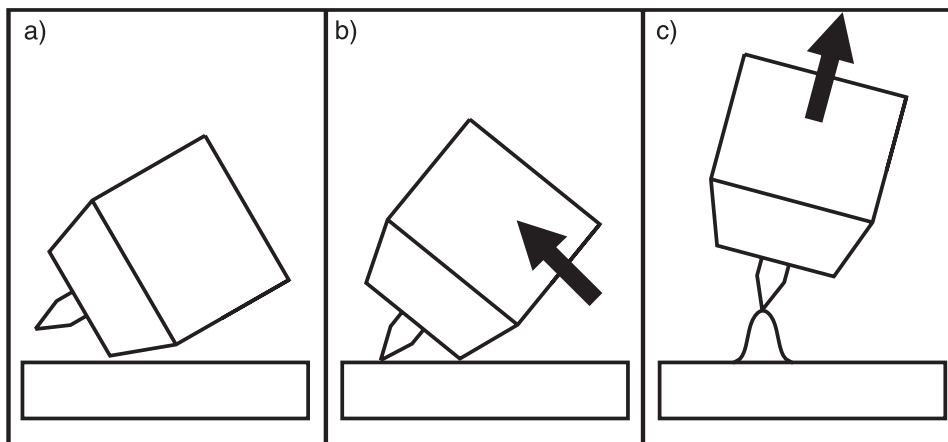

Abb.1
- Schweißung durchführen (siehe Abb.1)
Schweißung durchführen (siehe auch Abb.1)
- Mit Wolframelektrodenspitze vorsichtig das Werkstück berühren (Abb. 1, b).
- Durch Abheben des Brenners und Schwenken in Normallage zündet der Lichtbogen (Abb. 1, c).
- Gasdüse des Schweißbrenners auf dem Werkstück aufsetzen (siehe Abb.1, a). Der Abstand zwischen Elektrode und Werkstück sollte ca. 2-3mm betragen.